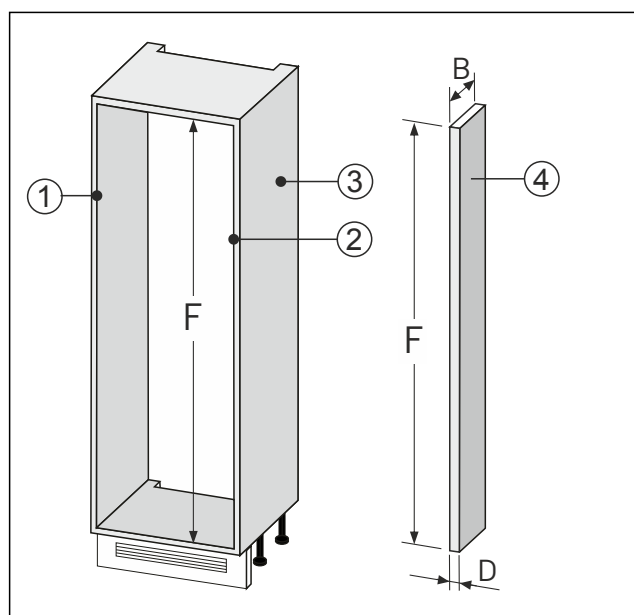

Fig. 88
- Zhotovte stěnové vyrovnání Fig. 88 (4) podle výše uvedených rozměrů.